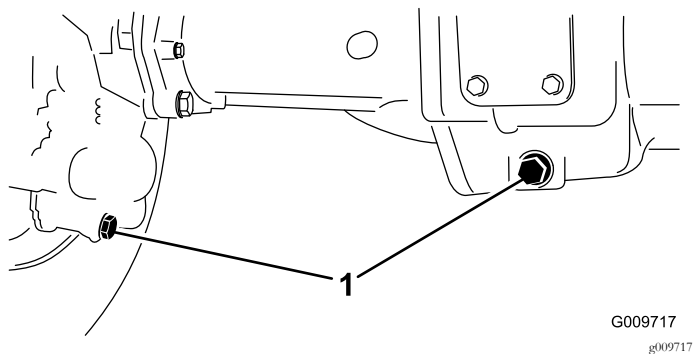

图57
2. 清洁 3 个排油塞的周边区域——两端各 1 个中间 1 个 (图57)。